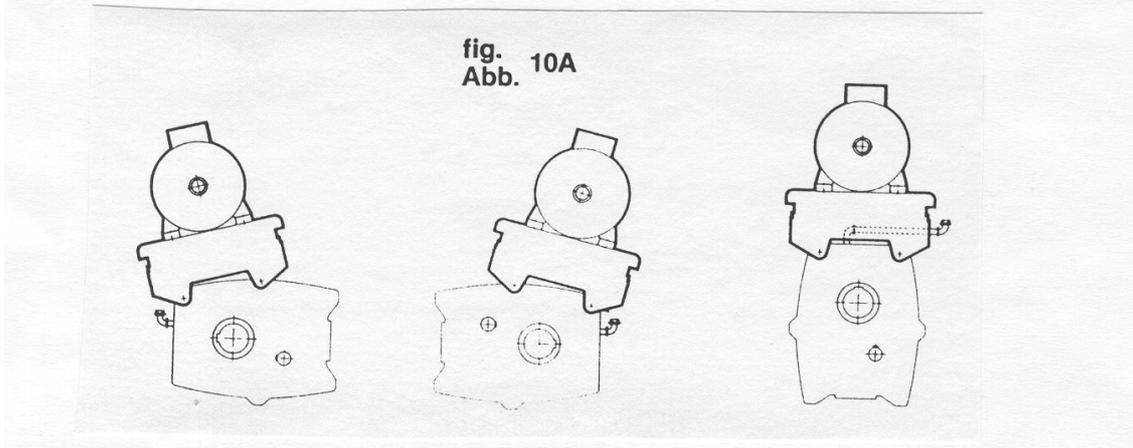

fig. 10A
Seleccionar la posición de montaje del motor (ver fig. 10a). Retirar dos tornillos de la carcasa y montar los soportes frontal y posterior (pos. 1 y 2), usando los tornillos nuevos más largos (pos. 3), suministrados con el kit de montaje del motor. En los tamaños 300, 500 y 800 valen los tornillos originales.